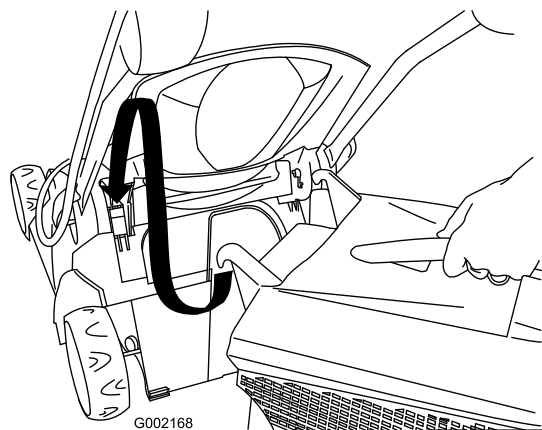

Figura 20
- 1. Levante la puerta trasera e instale el recogedor de hierba en el cortacésped (Figura 20).